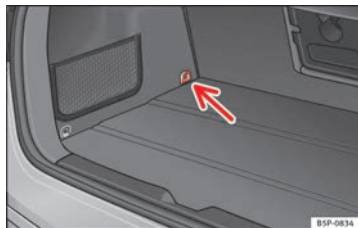

Fig. 32 Anilla de sujeción Top Tether*.
- Enganche el asiento para niños en las argollas de sujeción “ISOFIX” hasta que se encastre bien de un modo audible. Si el asiento para niños dispone de anclaje Top Tether*, conéctelo a la anilla respectiva ⇒ fig. 32. Siga las instrucciones del fabricante.